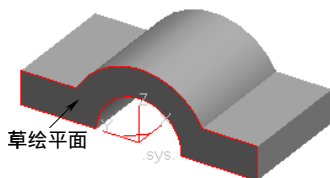

图 6-102 选择草绘平面
1) 在图形区选择如图 6-102 所示的实体表面, 单击“绘制草图”按钮, 进入草图绘制状态。